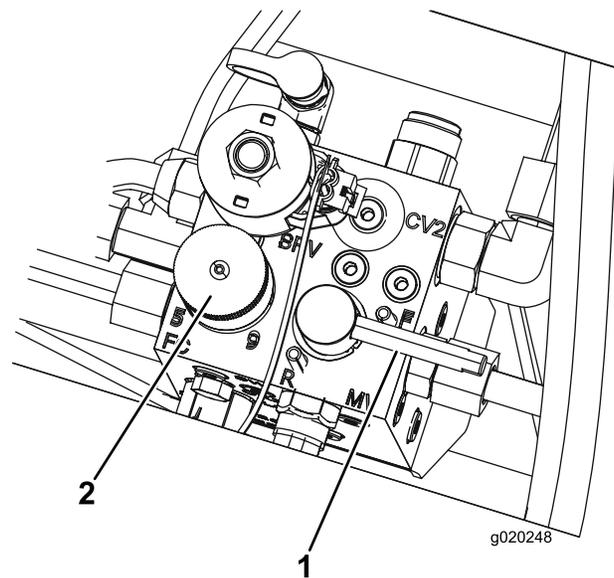

Рисунок 99
3. Установите рычаг заточки обратным вращением в положение F (скашивание) (Рисунок 99).